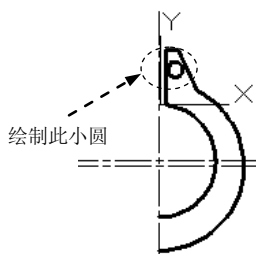

图 17.2.11 绘制小圆
Step7. 绘制图 17.2.11 所示的小圆。选择下拉菜单 **绘图(D)** → **圆(C)** → **圆心、直径(D)** 命令，输入圆心点坐标值 (8.3,18.8) 后按 Enter 键，输入直径值 8 后按 Enter 键。